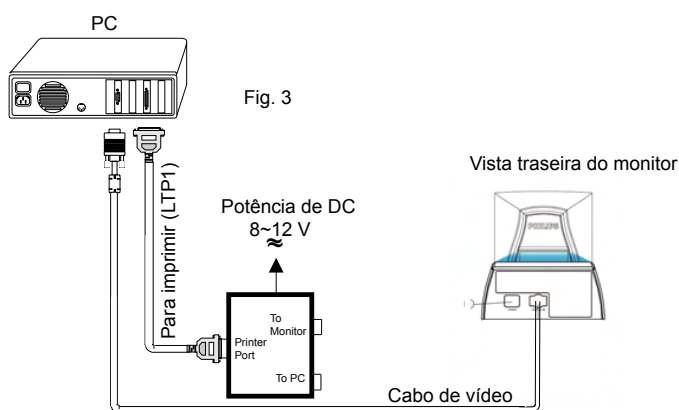

Fig. 3
Passo 2: Conecte o cabo de impressora e cabo de vídeo do monitor como na Fig. 3.